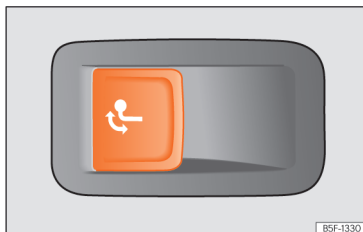

Fig. 198 No lado esquerdo da bagageira: botão para desbloquear o gancho de reboque.
- Puxe o botão » » » Fig. 198 de forma breve. O gancho de reboque desbloqueia-se eletricamente e roda-se automaticamente para fora. A luz de controlo do botão pisca.
- Puxe o botão » » » Fig. 198 de forma breve. O gancho de reboque desbloqueia-se eletricamente.
- Nunca pressione o botão » » » Fig. 198 quando tiver um reboque engatado ou estiver montado um porta-bagagens ou outros acessórios sobre o gancho de reboque.